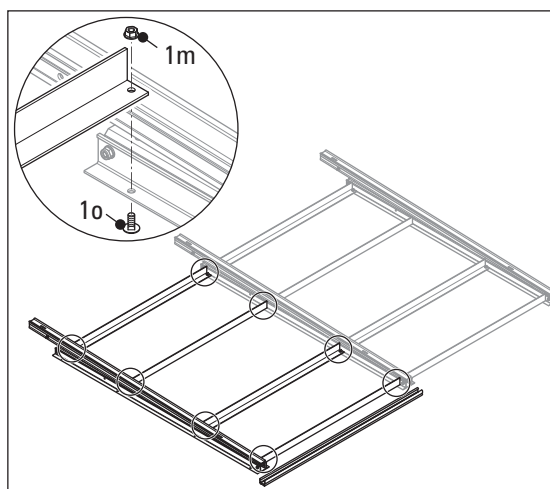

Bild 3-8 Drittes Grunddreieck mit Querstreben montieren
- Drittes Grunddreieck in der gewünschten Montageposition mithilfe der Montageprofilschiene ausrichten (Bild 3-8).
- Nach gleichem Schema auch hier die Querstreben an beide Grunddreiecke montieren. Dazu auch hier jeweils nacheinander die Flachrundschrauben einführen und jeweils mit den Sechskantmutter mit Sperrverzahnung sichern (Lupe Bild 3-8).